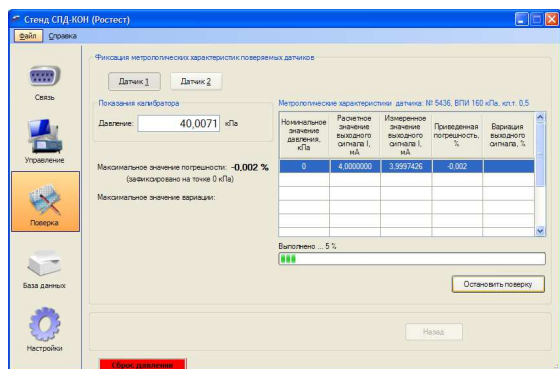

Рис.4 Определение метрологических характеристик поверяемых датчиков.
7. Определение основных метрологических характеристик датчиков давления (рис.4).